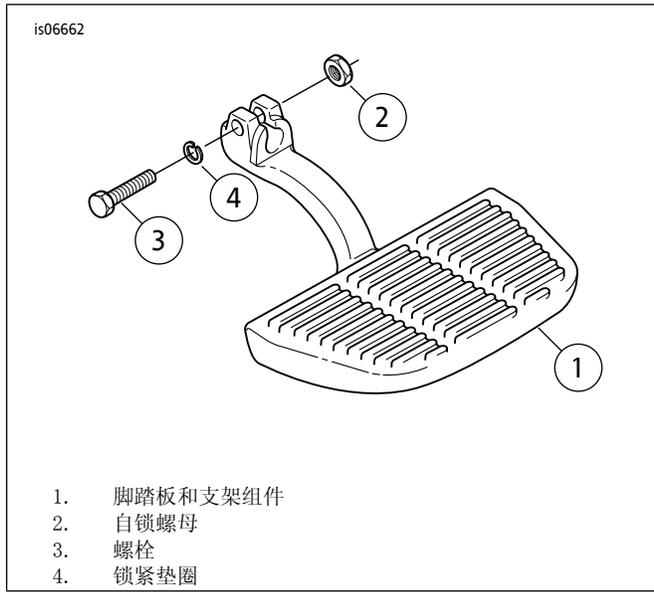

图8。乘客脚踏板组件-1992年款及之前的车型和附件脚踏板
- a. 1992年款及之前的车型和附件脚踏板：参见图8。将每个脚踏板和盖组件（1）装回安装螺柱上原来的位置，对准螺栓孔与螺柱上加工出的槽。使用自锁螺母（2）和螺栓（3）固定每个脚踏板，或拆下螺栓（3）和锁紧垫圈（4）（取决于脚踏板支架的类型）。拧紧螺母至14 N·m (10 ft-lbs)。